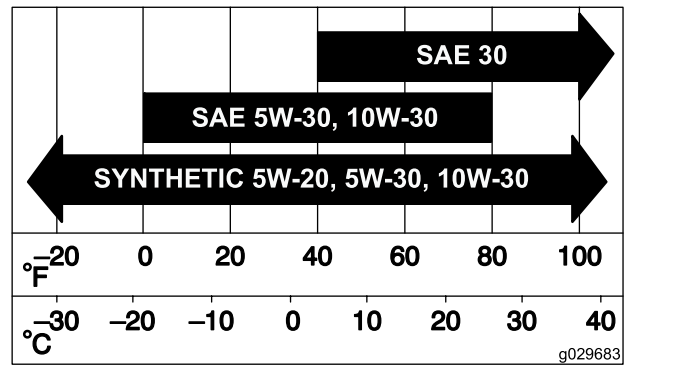

Figure 55
3. Ouvrez les dispositifs de verrouillage du filtre à air et détachez le couvercle du boîtier du filtre (Figure 55).
5. Sortez l'élément filtrant du boîtier du filtre avec précaution (Figure 55).
2. Introduisez le filtre dans son boîtier avec précaution (Figure 55).
3. Remettez en place et verrouillez le couvercle du filtre à air (Figure 55).